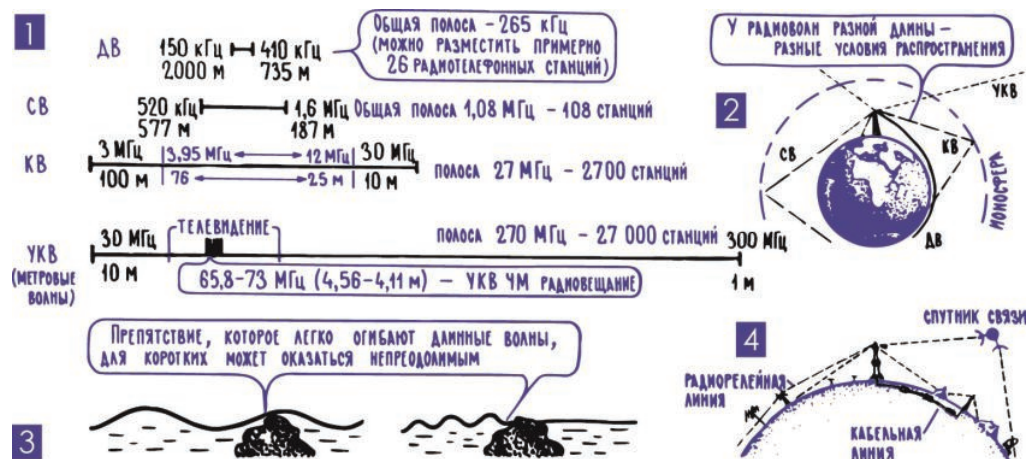

Рис. 13.5. Диапазоны электромагнитных волн для радиосвязи1
**8. У длинных, средних, коротких и ультракоротких радиоволн свои особенности распространения и различные «частотные территории».** Все высокочастотные токи, используемые для радиосвязи, радиовещания, телевидения, радиолокации и других целей, принято делить на несколько участков, диапазонов. Такое деление на диапазоны, в частности, связано с тем, что радиоволны разной длины по-разному проходят путь от передатчика к приемнику. Границы между диапазонами весьма расплывчаты, бывает, что разные специалисты по-разному определяют граничные частоты. Но границы частотных участков, которые отводятся для радиовещательных станций, установлены очень точно. Всего таких участков выделено четыре, и названы они диапазонами длинных волн ДВ, средних волн СВ, коротких волн КВ и ультракоротких волн УКВ (рис. 13.5; 1). Коротковолновых участков, на которых работают радиовещательные станции, несколько, и их называют по средней длине волны – «диапазон 25 метров» или «25-метровый диапазон», «диапазон 41 метр», или «41-метровый диапазон» и т. д. Условия распространения радиоволн разной длины различны. Это связано с тем, что волны разной длины неодинаково реагируют на препятствия, которые встречаются на их пути, неодинаково отражаются от одних и тех же «зеркал». Влияние длины волны на характер взаимодействий с внешним миром – характерная черта любых волновых процессов. Так, например, мелкие волны, рябь на воде, разрушаются, наткнувшись на небольшой камешек, а длинная, большая волна огибает его совершенно незаметно. Или другой пример: световые волны почти полностью отражаются от человеческого тела или поглощаются в нем, а волны более короткие, рентгеновские лучи, пронизывают его почти беспрепятственно, проходят насквозь, лишь слегка поглощаясь в сравнительно плотных тканях.
Длинные радиоволны лучше всех других распространяются над земной поверхностью, легко огибают большие препятствия в виде оврагов и гор, огибают и сам земной шар (рис. 13.5; 2), подобно тому как большая мор-
А ультракороткие волны, как правило, вообще не отражаются от ионизированных слоев ионосферы, они протыкают ее и уходят в космическое пространство. Поэтому на УКВ слышны только очень близкие радиостанции, те, что находятся на расстоянии прямой видимости и радиоволны которых добираются от передатчика к приемнику над землей (рис. 13.5; 4). В последнее время, правда, человек перехитрил природу, научился передавать УКВ на очень большие расстояния. Делается это с помощью цепочки приемопередающих радиостанций2 или с помощью искусственного спутника Земли, который можно было бы назвать активным зеркалом – электронная аппаратура на спутнике принимает сигнал земной УКВ-станции, усиливает его, а затем излучает обратно на Землю.